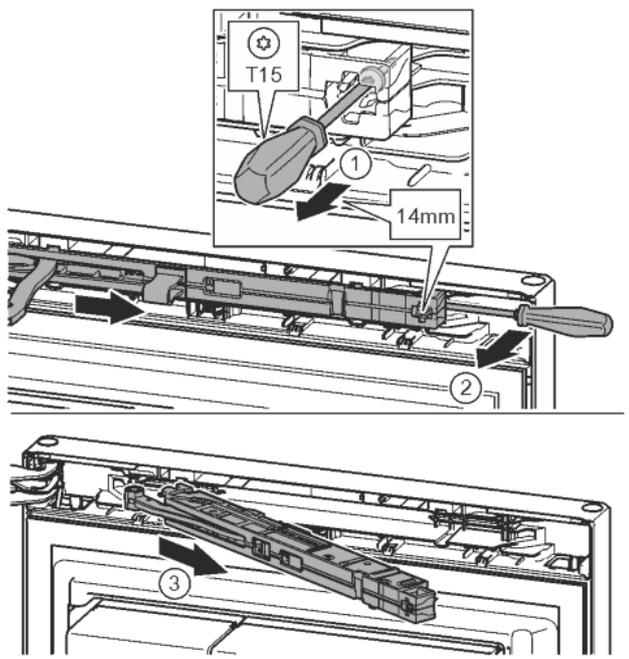

Fig. 10
- ▶ Ослабить винт на узле амортизатора с помощью отвертки T15 примерно на 14 мм. Fig. 10 (1)
- ▶ Отверткой со стороны ручки переместиться за узел амортизатора и повернуть вперед. Fig. 10 (2)
- ▶ Вытащить узел амортизатора. Fig. 10 (3)